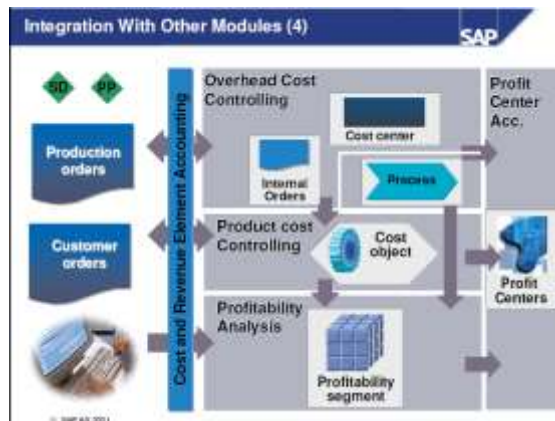

Figura 48: Integrare cu alte module-4
Zona de Planificarea producției (PP) a logisticii funcționează foarte apropiat cu CO (Figura 48). Bonurile de materiale și traseele (rutele) create în PP pot fi utilizate în contabilitatea costurilor producției în CO. Adicional comenzile de producție PP sunt una din formele de obiect de cost utilizată pentru a urmări și controla costurile de producție în controlul obiectelor de cost. Vânzările și distribuția (SD) sunt sursa primară pentru postările de venituri din documentele de facturare din CO. O comandă de vânzare SD poate fi utilizată în conjuncție cu scenariul de producție fabricat-la-comandă în CO pentru a urmări costurile și veniturile și a evalua profitabilitatea acordului.